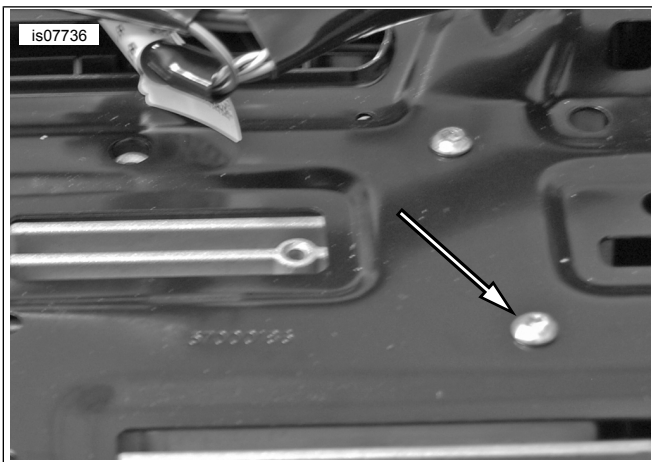

Figure 4. Vis du support de la radio
5. Consultez Figure 4 . Retirez les quatre vis attachant le support à la radio.